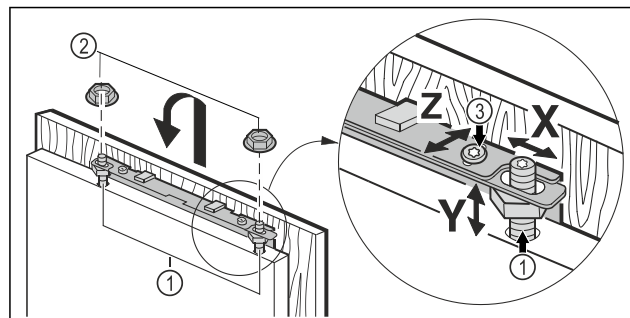

Fig. 60
- Zavěste nábytková dvířka na ustavovací čepy Fig. 60 (1) a pojistné matice Fig. 60 (2) a na ně volně našroubujte pojistné matice.
- Nábytkové dveře vyrovnejte ve výšce **Y** a ve stranovém sklonu: Ustavovací čepy Fig. 60 (1) nastavte šroubovákem.
- Pojistné matice Fig. 60 (3) dotáhněte.